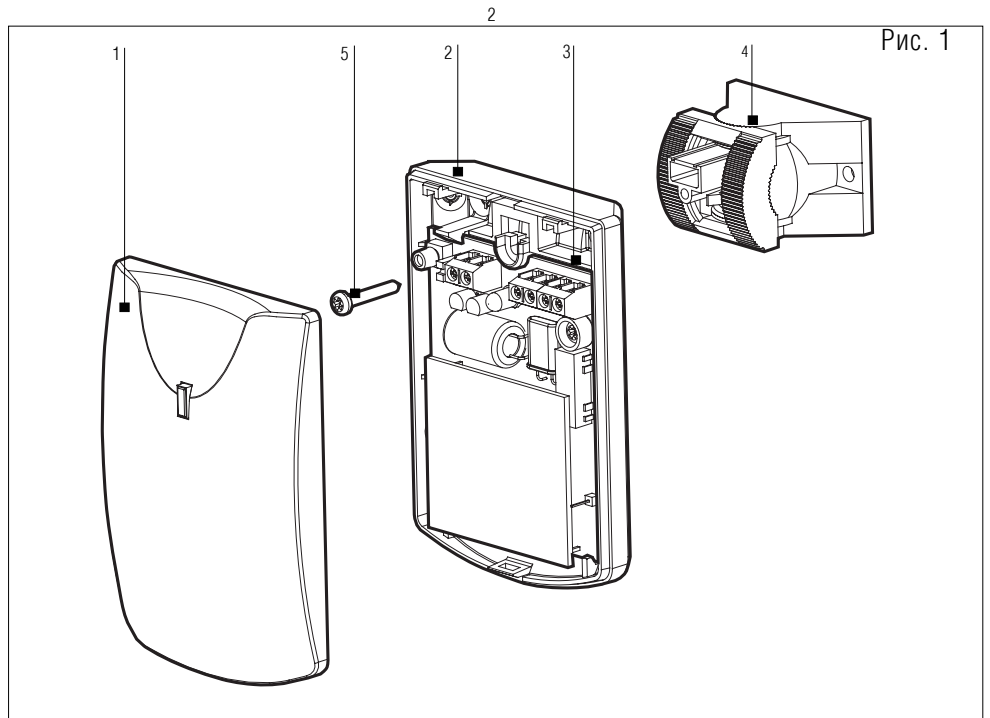
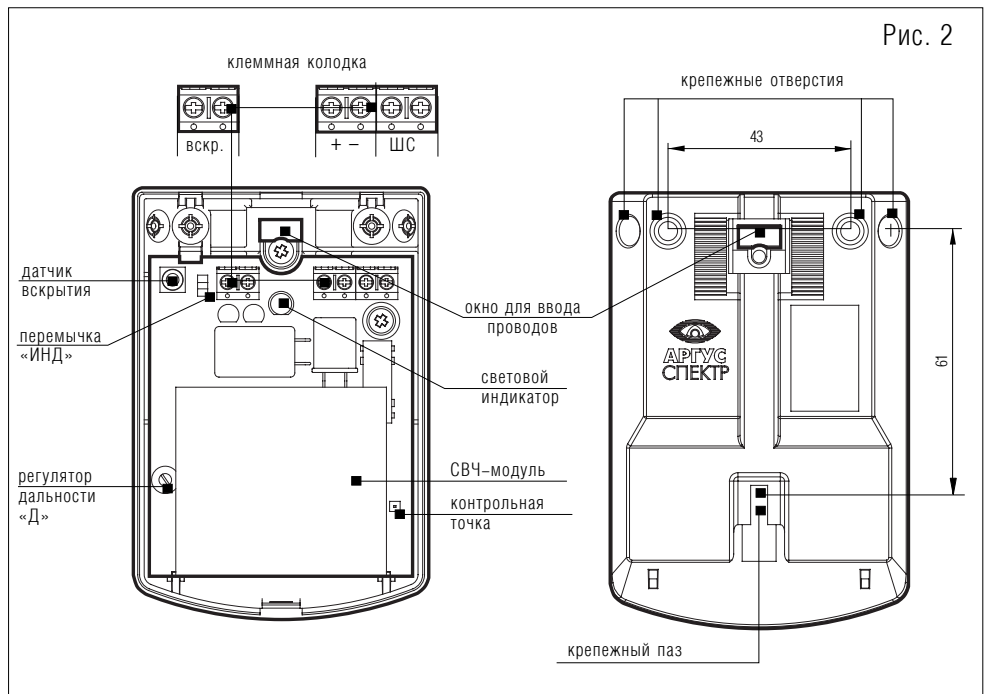

Рис. 1
Рис. 2
Извещатель (рис. 1) состоит из:
На основании корпуса размещены крепежные отверстия и окно для ввода проводов (рис. 2).
- Снять крышку 1 (рис.1) по схеме на рис. 3;
- В основании 2 (рис.1) вскрыть крепежные отверстия (рис. 2) в соответствии с позицией установки: в углу или на стене (в последнем случае для крепления применяется помимо крепежных отверстий и крепежный паз рис. 2).
- Подготовить отверстия под крепеж на стене, ввести провода питания и шлейфов в окно (рис. 2).
- Снять крышку 1 (рис. 1) по схеме на рис. 3.
- Провести провода питания и шлейфов через кронштейн и установить его на стене, затем через окно в основании (рис. 2) провести эти провода в прибор (рис. 7).
- Шурупом 5 закрепить основание 2 (рис. 1) на кронштейне и зафиксировать направление в горизонтальных и вертикальных плоскостях (рис. 7).
4. Для регулировки зоны обнаружения использовать регулятор дальности «Д» (рис. 2).